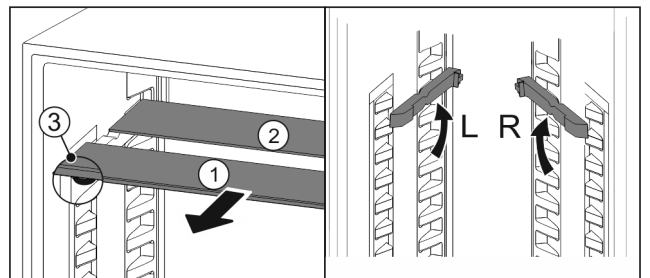

Fig. 198
- ▶ Glasplatten einzeln nach vorne herausziehen Fig. 198 (1).
- ▶ Glasplatte Fig. 198 (1) mit Zierleiste liegt vorne.
- ▶ Stopps Fig. 198 (3) zeigen nach unten.